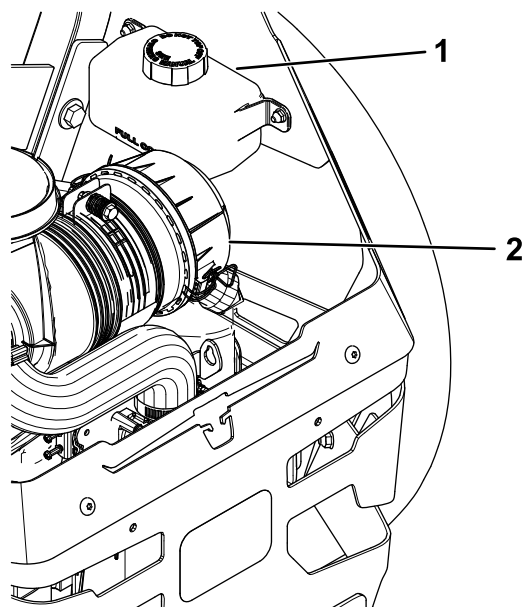

Figura 68
2. Controllate il serbatoio di espansione e all'occorrenza aggiungete fluido idraulico Toro® HYPR-OIL™ 500 sino alla riga FULL COLD. (Figura 68).